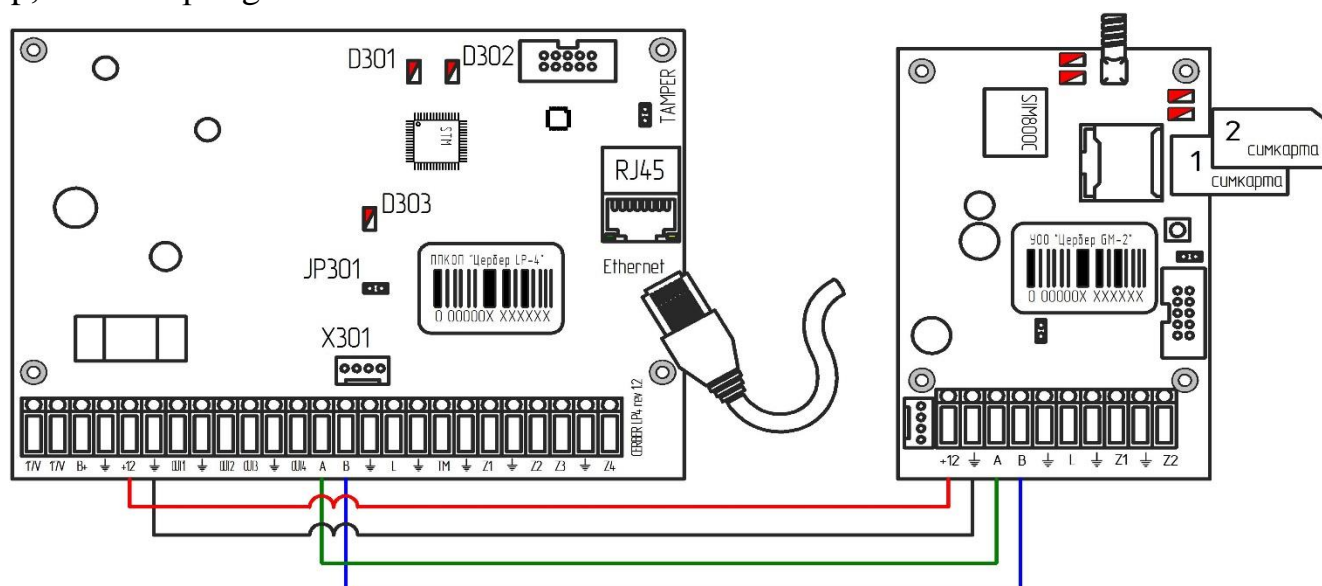

Рис. 5
4. ППКОП “Цербер LP4” + модем “Цербер GM2” (рис.5). Основным каналом связи в данном случае будет являться tcp-ip (Ethernet). В случае не возможности доставки событий по tcp-ip (Ethernet) доставка событий будет происходить через tcp-ip (gsm). При восстановлении основного канала связи прибор автоматически переключиться на него. Дистанционное управление прибором можно осуществлять как через tcp-ip, так и через gsm каналы связи.